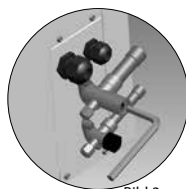

Bild 3:
- Alla serviceventiler måste vara öppna. Se bild 3.